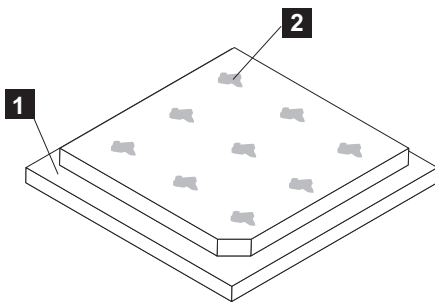

図 198. SAN ボリューム・コントローラー 2145-DH8 マイクロプロセッサへの熱伝導グリースの塗布
- e. 熱伝導グリース用の注射器を使用して、図 198 に示すように、マイクロプロセッサの上部に等間隔で 9 カ所に 0.02 mL ずつのグリースを点状に置きます。グリースを均等に分布するには、最外部の点をマイクロプロセッサの端から約 5 mm 以内に置く必要があります。